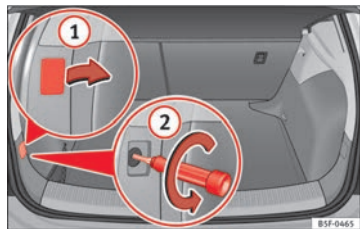

Fig. 196 Maletero: posición del tornillo de fijación para la unidad de luz trasera.
- Retire la cubierta haciendo palanca con el lado plano de un destornillador en el rebaje y retire la cubierta de la abertura ⇒ fig. 196 ①.
- Desenrosque cuidadosamente con un destornillador el tornillo que hay detrás en sentido contrario a las agujas del reloj (flecha) ⇒ fig. 196 ②.